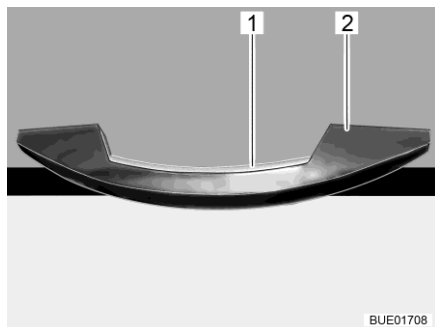
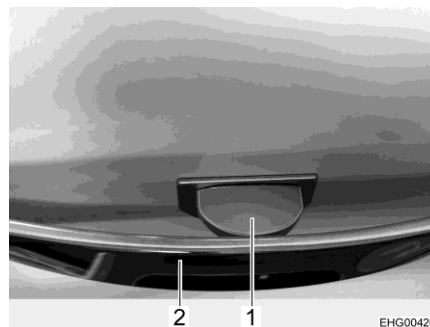

Fig. 66 Maniglia con listello di sblocco (esempio)
Fig. 67 Maniglia con passante di sblocco
- Premere il listello di sblocco (Fig. 66,1) o il passante di sblocco (Fig. 67,1) e mantenerlo premuto.
- Tirare la maniglia (Fig. 66,2 o Fig. 67,2) finché lo sportello del mobile non si apre.